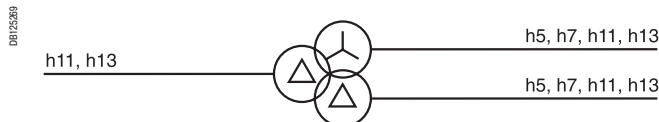

Рис. 14 - использование трансформатора $\Delta Y \Delta$ останавливает распространение гармоник 5-го и 7-го порядков в сторону источника питания
- группа соединения $\Delta Y \Delta$ подавляет гармоники 5-го и 7-го порядков (см. рис. 14);